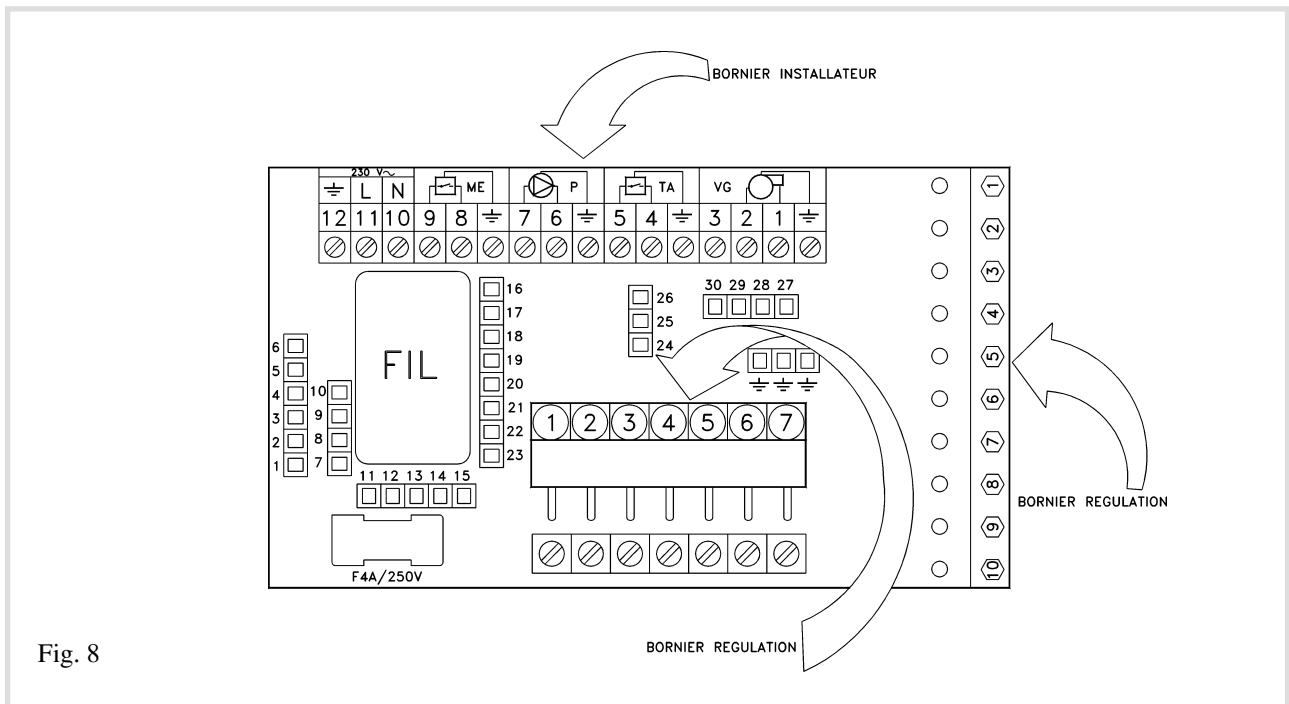

Fig. 8
2.5. Raccordements électriques (Fig.8)